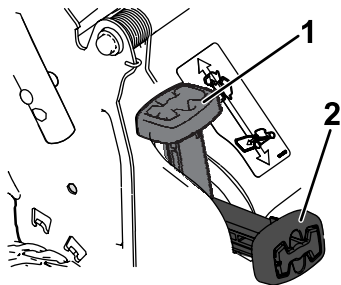

Figura 15
- Pentru a colecta resturile de iarbă și de frunze, apăsați butonul de pe maneta sac colectare la cerere și deplasați maneta în față până când se ridică butonul de pe manetă (Figura 15).
Notă: Dacă sacul pentru iarbă este montat pe maină, îndepărtați-l înainte de a descărca resturile prin spate; consultați Îndepărtarea sacului pentru iarbă \(Pagină 15\). Maneta sac de colectare la cerere trebuie să fie în poziția pentru COLECTARE aa cum este prezentat în Figura 15.